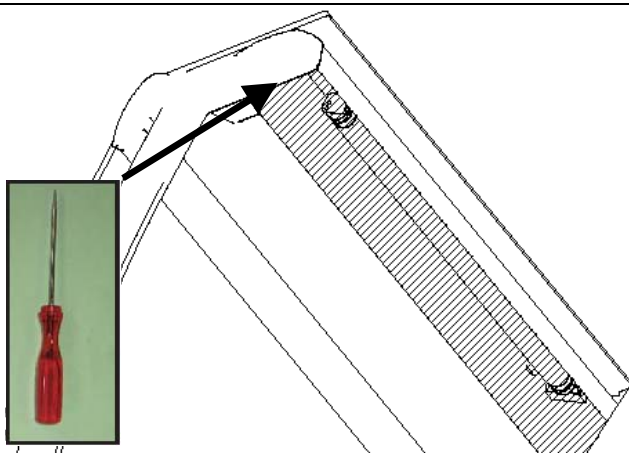

Fig. 1: punto di rimozione
- Rimuovere la protezione in plastica trasparente facendo leva sul bordo della protezione con un utensile appuntito (fig. 1).